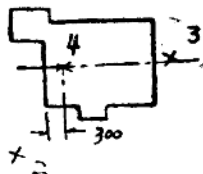

图 20
①将吊装用三叉架豎起移正位置，使起重葫蘆放在离机尾300毫米左右的4公尺高空，并使三只脚与地面接触良好，不能滑动，保証安全。三只脚的位置如图20所示。
②吊装風扇牆板及風扇（在装箱和開箱时均未拆散），检查風扇叶方向及位置，締紧螺絲。
③分別吊装左右坐籠牆板，同时装上支持杆及牆板下撑档，固定位置。
④吊上网眼高速坐籠，先装下面两块衬料捆住坐籠。对准軸孔后穿入坐籠軸（注意軸头方向）。次將軸承座及軸承装上，校軸水平灵活，固定軸承座位置，而后校正坐籠两端与牆板之間隙左右一致，締紧法兰支头螺絲，最后装上坐籠衬料全部。
⑤装入坐籠牆板橫档及进棉口弧形导棉鉄皮板，校正弧形鉄板与坐籠之距离左右一致（一般为 $1/8''$ 左右）。
⑥将皮打手、法兰、鋼珠軸承、导棉板及鉄皮罩盖組成后吊上，初紧两端法兰盘于牆板上。校正打手皮翼与高速坐籠之間距左右一致；皮打手軸